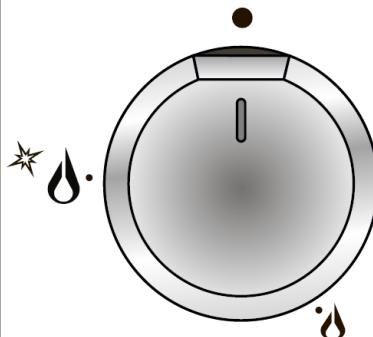

Fig. 2.1
La regolazione del flusso di gas ai bruciatori avviene agendo sulle manopole (mostrate in fig. 2.1) che controllano le valvole di sicurezza.
1. Premere la manopola corrispondente e ruotare in senso antiorario (fig. 2.2) fino alla posizione di massima fiamma contrassegnata dal simbolo  (fig. 2.1); tenere premuta la manopola fino a quando la fiamma non si è accesa.